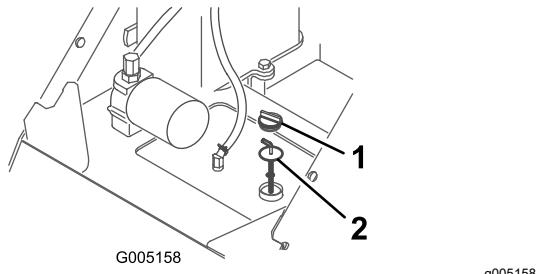

Bild 35
4. Reinigen Sie den Bereich um den Füllstutzen des Hydraulikbehälter (Bild 35).
5. Nehmen Sie den Deckel des Füllstutzens ab und prüfen Sie den Ölstand am Peilstab (Bild 35).